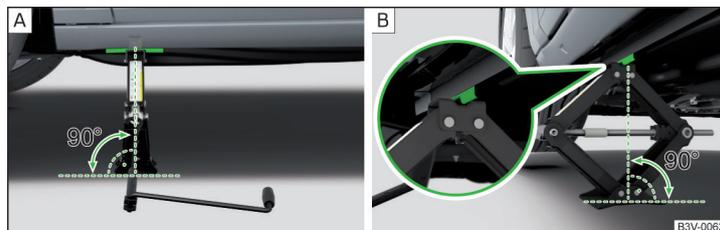

Fig. 247 Schéma du principe : Application du cric
- Posez l'embase du cric sur toute sa surface sur un sol plan et assurez-vous que le cric s'applique perpendiculairement à l'emplacement du point de prise » fig. 247 - **A**.
- Faites monter le cric jusque sous le point de prise en faisant tourner la manivelle jusqu'à ce que sa griffe entoure la nervure » fig. 247 - **B**.